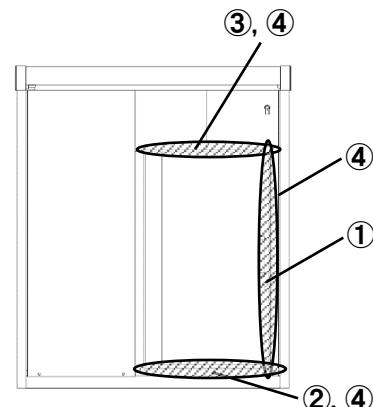

図 3. 養生箇所
- 吊り戸の振動対策として以下の養生を実施してください。(図 3 参照)